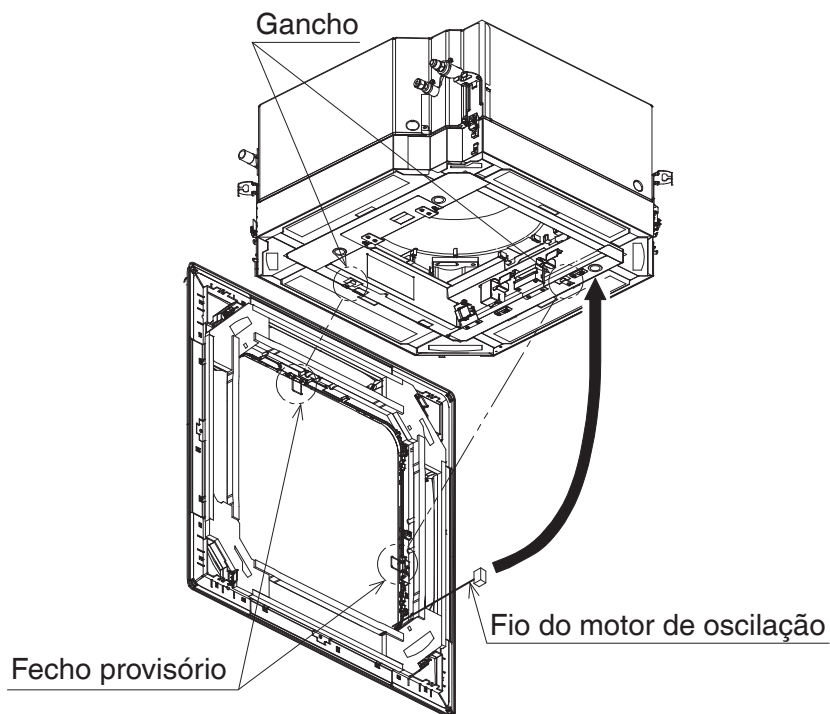

Figura 15
1. Encaixe o painel decorativo depois de prender os fechos provisórios do painel decorativo nos ganchos da unidade de purificação de ar UV streamer. (Ver **Figura 15**).